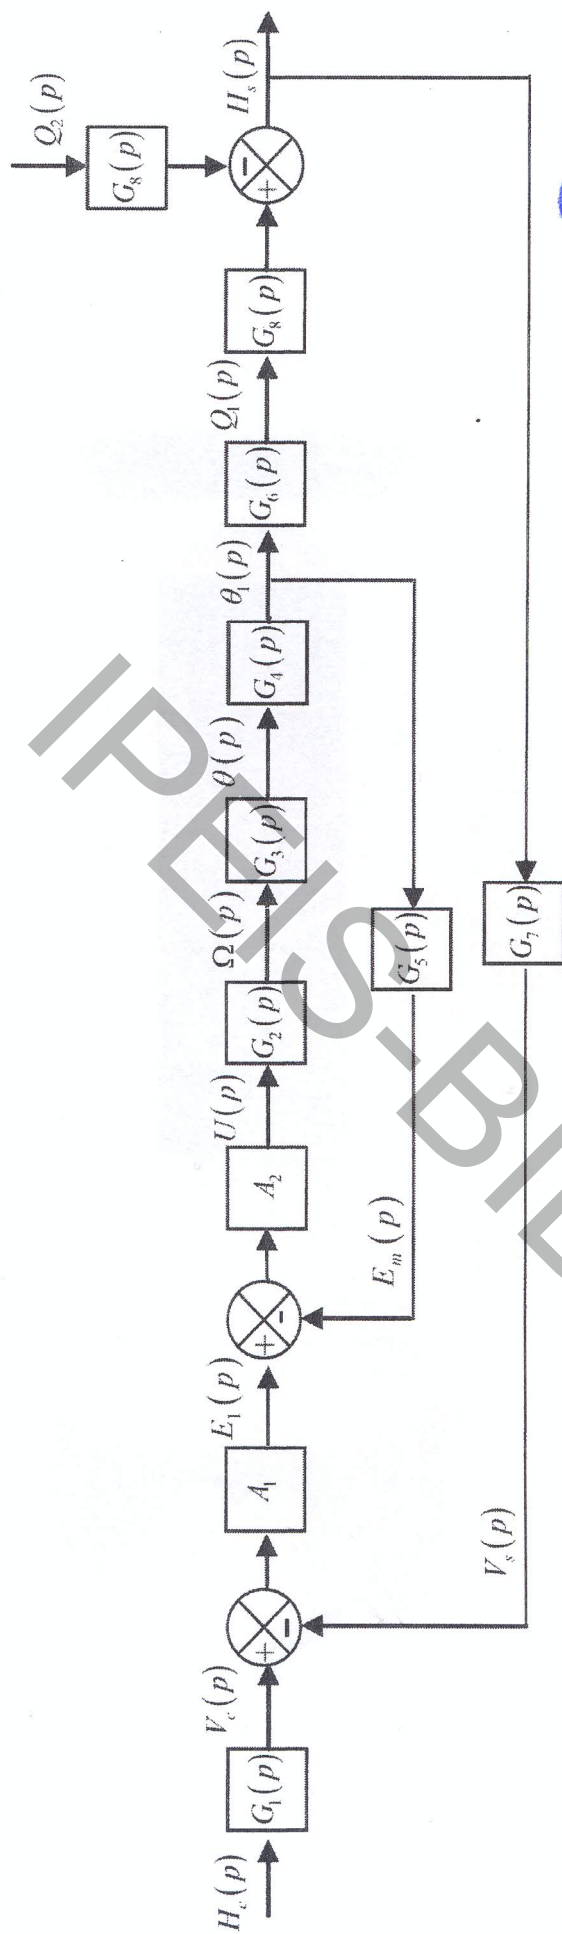

Fig. 2 – Schéma fonctionnel de la régulation de la cuve.
Le schéma fonctionnel de l'asservissement précédent peut être représenté par la Figure 2 (voir page 5).
- 1) A partir de la Figure 2, déterminer les fonctions de transfert $G_i(p)$, i allant de 1 à 7.
- 3) Déterminer l'ordre (n), la classe (α) et le gain statique (K) de la fonction $G(p)$.
Le schéma fonctionnel de l'asservissement présenté dans la Figure 2 peut être représenté sous la forme suivante :